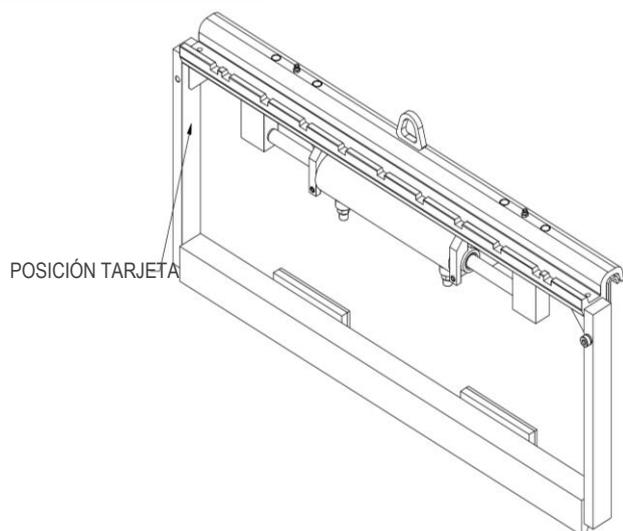
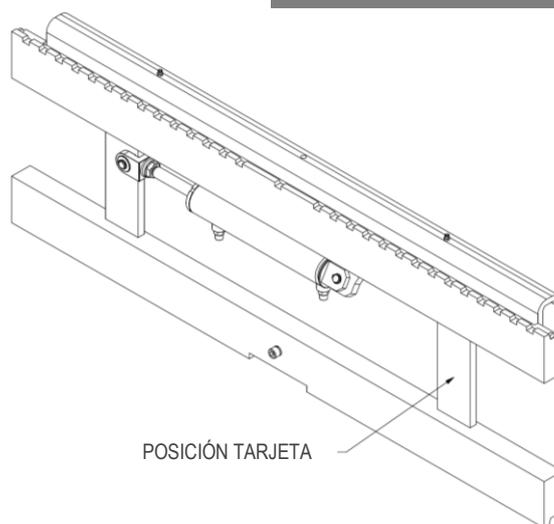

Figura 1
Figura 2
Todos los equipos A.T.I.B. – DESPLAZADOR LATERAL TIPO 209 / 109 / 108 son identificados de una tarjeta adhesiva (mirar *Tabla 1*) puesta sobre el equipo (mirar *Figura 1*, *Figura 2*), siempre referirse a la matricula.
6. Para la manipulación, utilice correas o cadenas del tamaño adecuado para el peso del equipo indicado en la tarjeta (mira *Figura 1* y *Tabla 1* a pag.6).
10. Conecte el circuito hidráulico; asegurándose de que la presión de trabajo de las tuberías sea superior o igual a la indicada en la tarjeta identificadora (mira *Figura 1* y *Tabla 1* a pag.6).